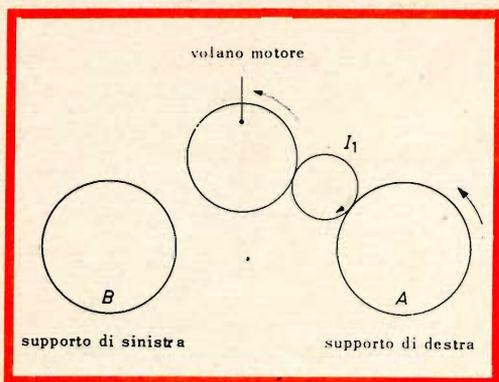

Fig. 7 - Avvolgimento rapido attuato con una puleggia intermedia.
1) Avvolgimento rapido: in questo tipo di magnetofoni viene inserita una puleggia intermedia  $I_1$  fra il supporto porta bobina di destra e il volano (fig. 7). Il diametro di questa puleggia è uguale al supporto di destra, di conseguenza la bobina destra A, è animata da una velocità elevata.